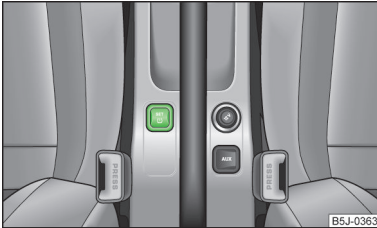

Abb. 137
- Die Symboltaste **SET** (**!**) » Abb. 137 für länger als 2 Sekunden drücken. Während des Drückens der Taste leuchtet die Kontrollleuchte **!** auf. Gleichzeitig wird der Systemspeicher gelöscht und die neue Kalibrierung wird gestartet, was mit einem akustischen Signal und anschließendem Erlöschen der Kontrollleuchte **!** bestätigt wird.